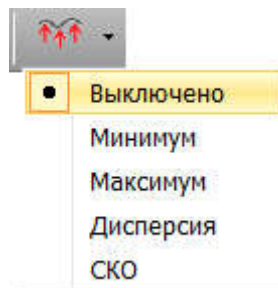

Рисунок 2.80 – Кнопка «Межкадровое накопление данных трассы»
2.3.2.7.15 Накопление минимальных, максимальных значений или отображение межкадровой статистики трассы включается нажатием кнопки «Межкадровое накопление данных трассы»¹⁾ и выбором из соответствующего пункта из списка (рисунок 2.80).